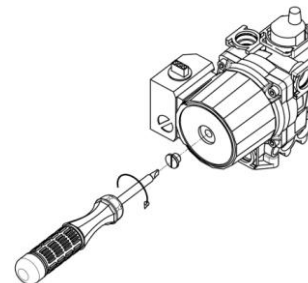

Рис. 11. Проверка циркуляционного насоса
- 9) не заблокирован ли насос. Для этого при помощи отвёртки открутите заглушку насоса и проверните его вал несколько раз туда и обратно (см. Рис. 11), при этом котёл необходимо отключить от электросети (вынуть вилку из розетки). Затем плотно закрутите заглушку. При выполнении данной операции возможны протечки теплоносителя из насоса, после установки заглушки необходимо удалить остатки теплоносителя с компонентов котла (протереть);